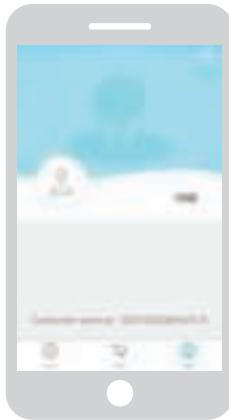

Figura 4 - Me
- 6 Me: mostra il profilo dell'utente (cfr. Figura 4). Premere la rotellina per passare alle Impostazioni.
Premere la rotellina in alto a destra sulla schermata "Me" per aprire la pagina "Settings" (cfr. Figura 4 e 5). In "Settings" è possibile: